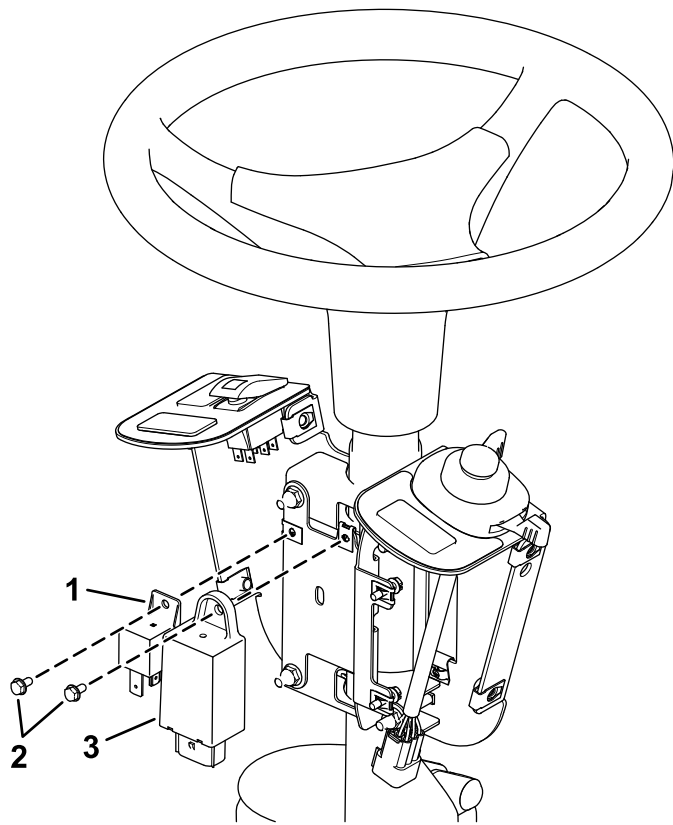

図7
4. ヒューズ取り付けプレートに、フラッシャーとリレーを取り付けるねじ#10 x 3/8"2本で図7のように取り付ける。